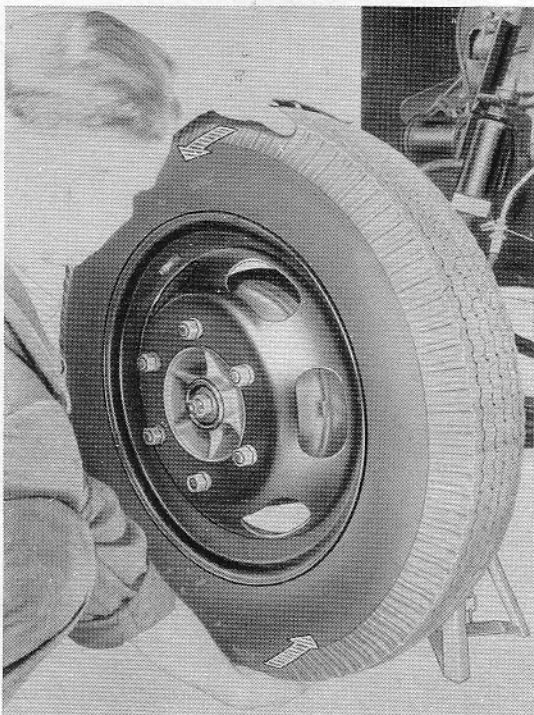
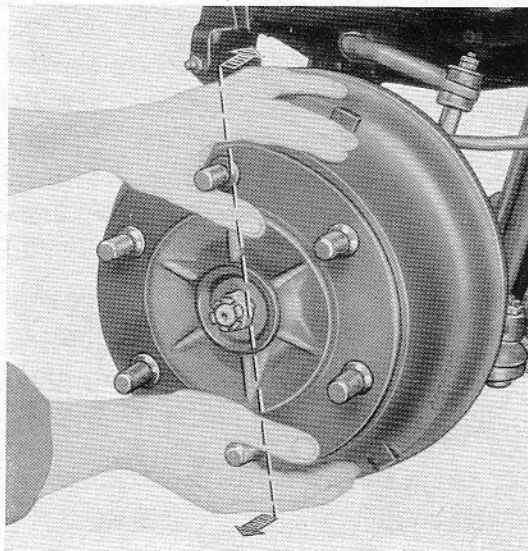

Bild 40 – Vorderradlagerspiel mit aufgeschraubtem Vorderrad prüfen
Bild 41 – Vorderradlagerspiel ohne Vorderrad prüfen
5. Achsschenkelmutter soweit lösen, daß gerade wieder Radlagerspiel spürbar wird. Prüfung erfolgt hierbei so, daß das Vorderrad (Bild 40) bzw. die Vorderradnabe (Bild 41)